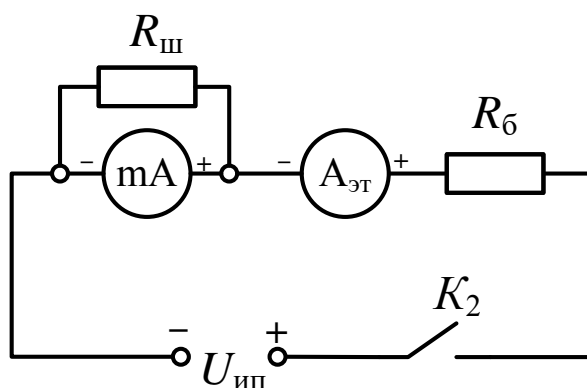

Рис. 2.6.
2.5. Соберите схему, приведенную на рис. 2.6. При $I_{\text{расч}} < 200$ мА вместо R_6 следует включать $R_{\text{эт1}}$ или $R_{\text{эт2}}$. Ключ K_2 установите в разомкнутое положение (рычажком вниз).